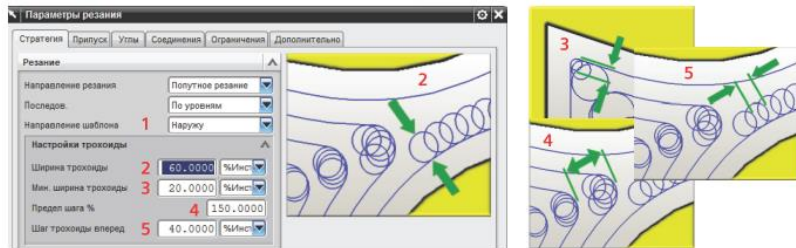

Рисунок 8.2 – Параметри трохоїдального шаблону різання
Параметри трохоїди задаються в діалоговому вікні параметрів різання (рис. 8.2). Основне Напрямок шаблону - Назовні (1). В цьому випадку основних параметрів чотири: Ширина трохоїда (2), Мінімальна ширина трохоїда (3), Межа кроку (4) і Крок трохоїда вперед (5). Вони взаємодіють один з одним і з параметром Крок з основного діалогового вікна операції. NX контролює допустимі поєднання значень цих параметрів. Малі значення мінімальної ширини трохоїда краще обробляє кути, але на дугах малого радіусу спостерігається гальмування.